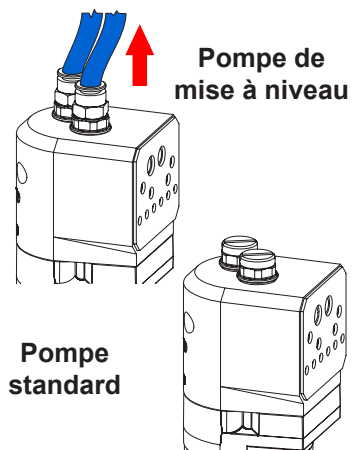

Figure 14 Dépose du tuyau à air de purge
1. Voir la Figure 14. Effectuer un changement de couleur pour éliminer l'ancienne poudre de la pompe, puis dépressuriser le système et débrancher le tuyau à air de purge.